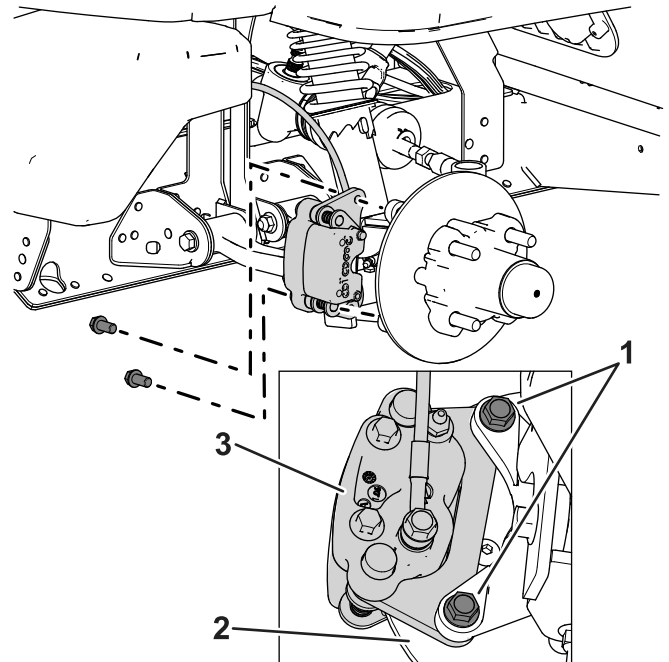
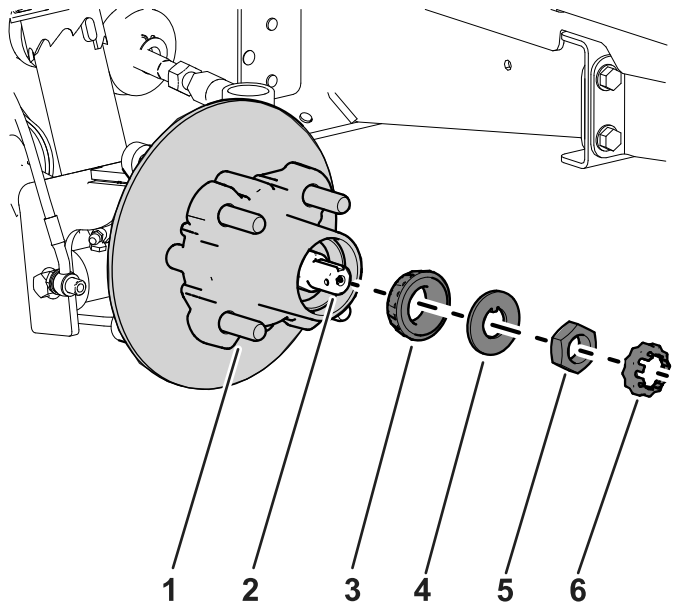

Figura 35
Figura 39
3. Retire los pernos con arandela prensada ($\frac{3}{8}$ " x $\frac{3}{4}$ "") que sujetan el soporte del conjunto de freno al eje y separe el freno del eje (Figura 35).
1. Aplique una ligera capa de la grasa especificada en el eje (Figura 39).
2. Monte el cubo y el rotor en la mangueta con el rotor hacia dentro (Figura 39).
3. Monte el cojinete exterior en el eje y acople el cojinete al anillo de rodadura exterior (Figura 39).
4. Monte la arandela con pestaña en el eje (Figura 39).
5. Enrosque la tuerca en el eje y apriétela a 15 N·m (11 pulgadas-libra), mientras gira el cubo para acoplar el cojinete (Figura 39).
- Alinee las pastillas de freno en cada lado del rotor (Figura 35) y los orificios del soporte de la pinza con los orificios en el montaje del freno del eje (Figura 39).
- Sujete el soporte de la pinza al eje (Figura 35) usando los 2 pernos con arandela prensada ($\frac{3}{8}$ " x $\frac{3}{4}$ ").